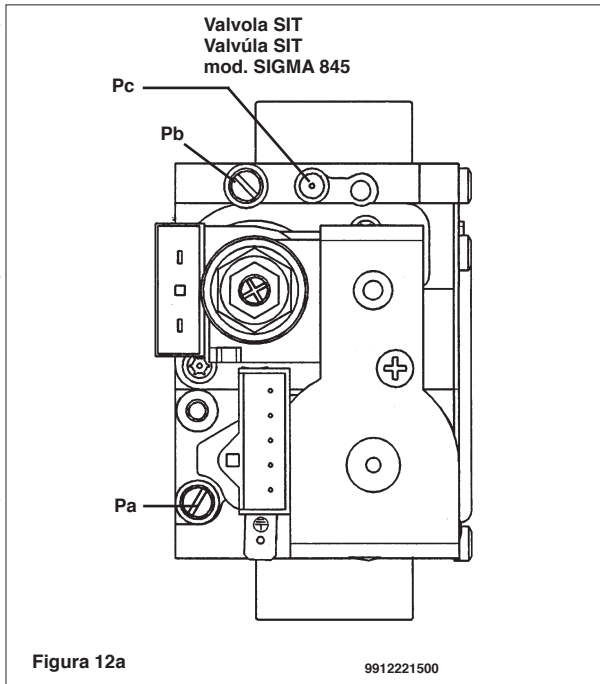
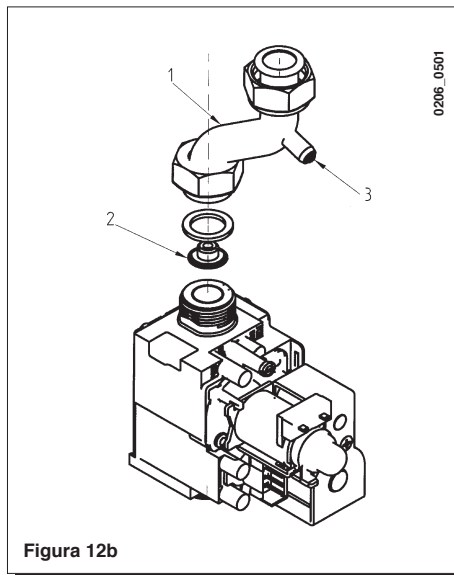

Figura 12a
Figura 12b
- rimuovere il tubo alimentazione gas (1 di Figura 12b);
- sostituire l'ugello per diaframma montato sulla valvola del gas (2);
- collegare la presa di pressione positiva di un manometro differenziale, possibilmente ad acqua, alla presa di pressione (Pb) della valvola del gas (figura 12a). Per i modelli 240 i/Fi utilizzare la presa di pressione (3) presente nel tubo di alimentazione gas. Collegare, solo per i modelli a camera stagna, la presa negativa dello stesso manometro ad un apposito "T" che permetta di collegare insieme la presa di compensazione della caldaia, la presa di compensazione della valvola del gas (Pc) ed il manometro stesso. (Una pari misura può essere effettuata collegando il manometro alla presa di pressione (Pb) e senza il pannello frontale della camera stagna);
- aprire il rubinetto gas e ruotare la manopola (1) predisponendo la caldaia in posizione Inverno (❄️);
- verificare che la pressione dinamica di alimentazione della caldaia, misurata alla presa di pressione (Pa) della valvola del gas (figura 12a) sia quella corretta (30 mbar per il gas butano, 37 mbar per il gas propano o 20 mbar per il gas naturale).
- remover el tubo de alimentación del gas (1 Figura 12b);
- conectar la toma de presión positiva de un manómetro diferencial, posiblemente de agua, a la toma de presión (Pb) de la válvula del gas (figura 12a). Para los modelos 240 i/Fi utilizar la toma de presión (3) del tubo de alimentación de gas. Conectar, sólo para los modelos a cámara estanca, la toma negativa del mismo manómetro a un especial "T" que consienta conectar entre ellos la toma de compensación de la caldera, la toma de compensación de la válvula del gas (Pc) y el manómetro mismo. (Se puede efectuar una
- abrir el grifo gas y hacer girar el botón (1), predisponiendo la caldera en posición Invierno (❄️);
- controlar que la presión dinámica de alimentación de la caldera, medida en la toma de presión (Pa) de la válvula del gas (figura 12a), sea correcta (28 mbar para el gas butano, 37 mbar para el gas propano o 20 mbar para el gas natural).